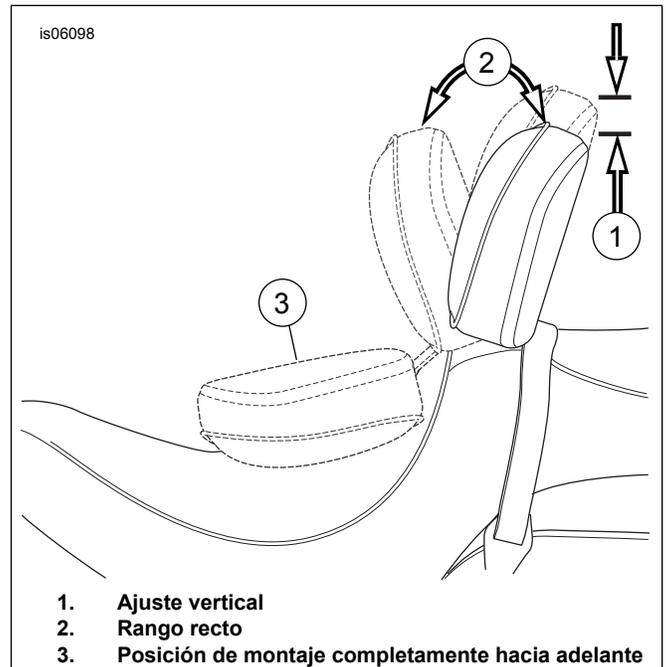

Figura 8. Posiciones del respaldo
7. Figura 8 Con el respaldo y el asiento ubicados en sus lugares, empuja el respaldo hacia adelante completamente (3). El mecanismo del respaldo se presionará contra la parte inferior del asiento y contra el protector del asiento insertado.
1. Figura 8 El mango de ajuste se usa para mover la almohadilla del respaldo a las posiciones hacia adelante y hacia atrás.
2. Para ajustar la almohadilla del respaldo hacia adelante o atrás, (2), empuje el mango. Reclinarse contra la almohadilla del respaldo ayudará a ajustarla hacia atrás. Mantener su peso levantado de la almohadilla del respaldo mientras se empuja el mango hará que el respaldo llegue a su posición completa hacia adelante. Al liberar el mango el respaldo se bloqueará en posición.
3. Para ajustar la almohadilla del respaldo hacia arriba y hacia abajo, (1), tire de la perilla en la parte trasera de la almohadilla. Mueva el respaldo hacia arriba o hacia abajo en la posición deseada y luego libere, cuando la almohadilla esté en la posición deseada.